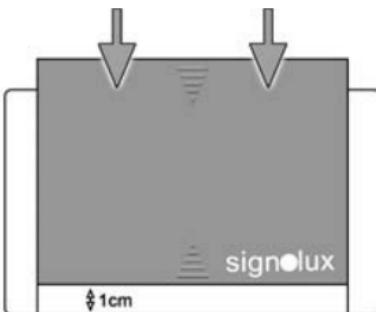

Figure 5
- Replacez le cache en plastique : placez le cache à 1 cm du bord inférieur du boîtier. (fig. 5)